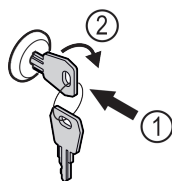

Fig. 123 Eksempelfremstilling
- Trykk inn nøkkelen Fig. 123 (1).
- Vri nøkkelen 90° med klokka Fig. 123 (2).